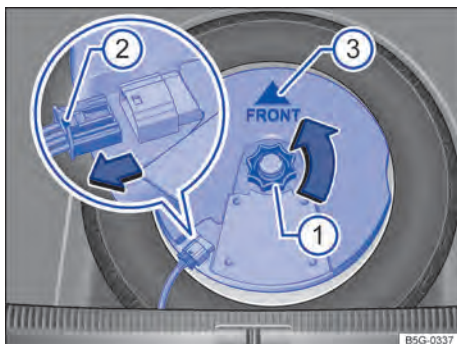

Fig. 218 No compartimento de bagagem: desinstalar subwoofer (variante 2).
- Desrosquear o manípulo ⇒ Fig. 218 ① no sentido anti-horário (seta).
- Para destravar o conector, pressionar o travamento a extremidade do conector ②.
- Colocar o subwoofer cuidadosamente no caixa do aro. A ponta do símbolo da seta "FRONT" ⇒ Fig. 218 ③ deve indicar para frente no subwoofer.
- Inserir o conector até que o travamento ② se trave de maneira audível.
- Girar o manípulo ① no pino rosqueável no sentido anti-horário até que o subwoofer fique preso com segurança.